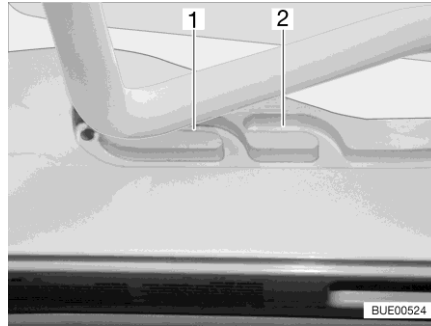
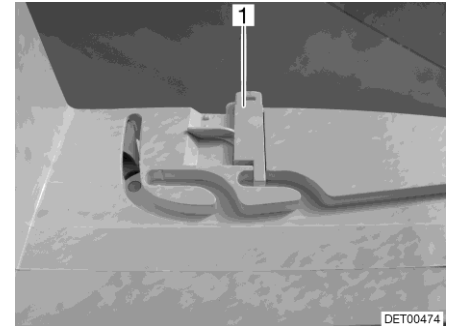

Fig. 33 Guida (posizione di ricircolo d'aria)
Fig. 34 Bloccaggio (posizione di ricircolo d'aria)
È possibile portare l'oblò Heki in due posizioni di ricircolo d'aria: Posizione brutto tempo (Fig. 33,1) e posizione centrale (Fig. 33,2). A seconda del modello, l'oblò può essere bloccato sulla posizione centrale del suo telaio con i due chiavistelli (Fig. 34,1) di sinistra e destra.
- Premere la staffa leggermente verso l'alto, spingerla nella guida selezionata (Fig. 33,1 o 2) ed eventualmente bloccarla.